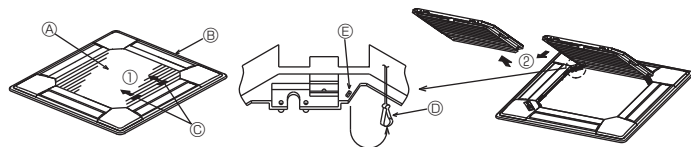
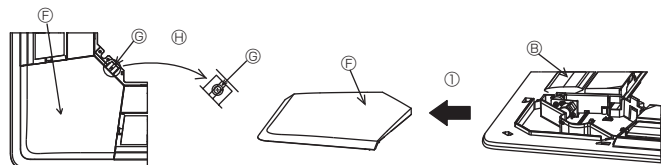

Fig. 5-3
Fig. 5-4
5.2.1. Удаление воздухозаборной решетки (Fig. 5-3)
- Сдвиньте рычаги в направлении, обозначенном стрелкой ①, чтобы открыть воздухозаборную решетку.
- Пока воздухозаборная решетка находится в "открытом" положении, удалите стержень воздухозаборной решетки с вентиляционной решетки в направлении стрелки ②.
5.2.2. Удаление угловой панели (Fig. 5-4)
- Удалите винт из угла угловой панели. Для удаления угловой панели сдвиньте угловую панель в направлении стрелки ①.
[Fig.5-3, 5-4]